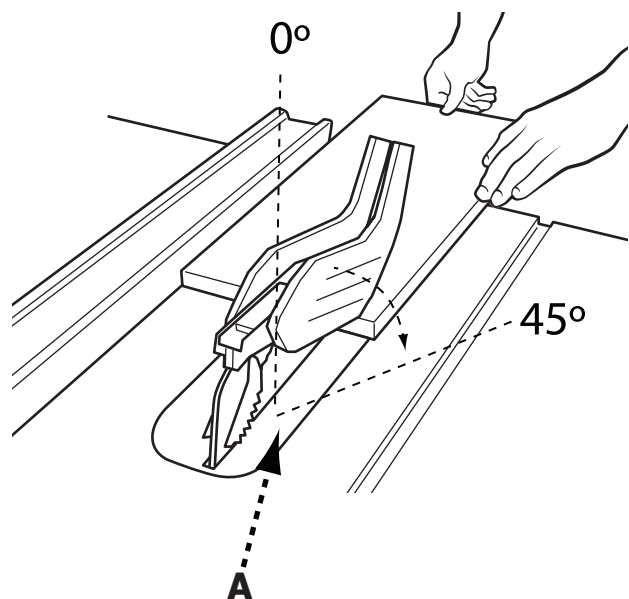

FIGURE 24
Les coupes longitudinales en biseau sont pareilles aux coupes longitudinales sauf que l'angle de biseau (A) est réglé à un angle autre que 0° . Lors des coupes longitudinales en biseau, placez le guide sur le côté droit de la lame afin qu'elle soit inclinée de l'autre côté du guide et des mains (figure 24).